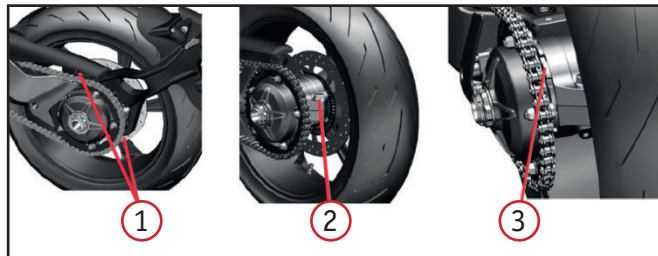

Рисунок 4. Износ звезд.
10. Проверьте ведущую и ведомую приводные звезды мотоцикла на предмет износа и повреждений, ориентируясь на рисунок 4. При необходимости замените поврежденные или изношенные звезды.